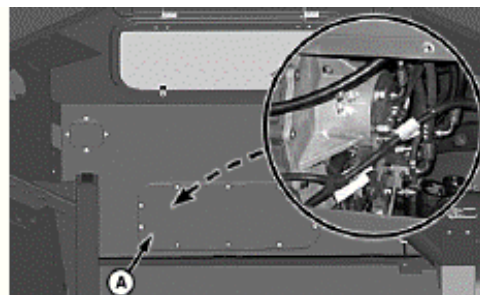

Рис.3.46 – Дверцята доступу на зернобункері
За наявності: зняти кришку доступу (A) (рис.3.46) на передній стороні зернобункера і видалити матеріал навколо редуктора приводу камери багатошвидкісного живильника.